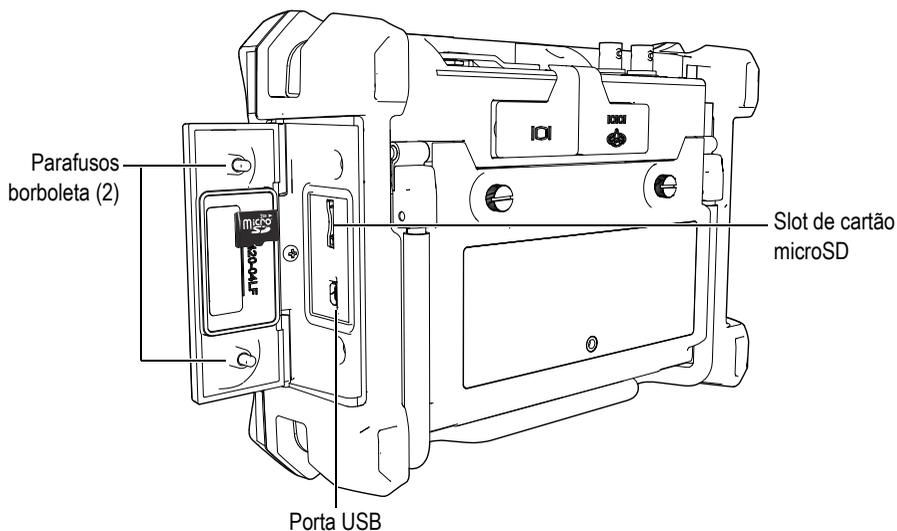

Figura 1-12 Porta lateral
2. Solte os dois parafusos e, em seguida, abra a porta lateral do EPOCH 600 (veja Figura 1-12 na página 35).
4. Deslize cuidadosamente o cartão no slot microSD até ouvir um clique (veja Figura 1-12 na página 35).